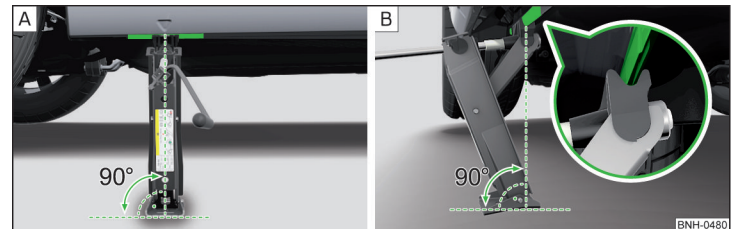

Fig. 154 Prezentarea în principiu: aplicarea cricului
- Rezemați placa de bază a cricului, pe întreaga sa suprafață, pe un teren plan și asigurați-vă de faptul că, cricul se găsește în poziție verticală în raport cu punctul de fixare » fig. 154 - A.
- Ridicați cricul sub punctul de fixare, prin rotire cu ajutorul manivelei, până când gheara cricului cuprinde nervura » fig. 154 - B.